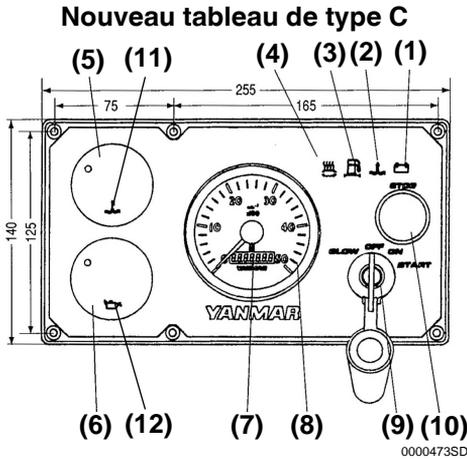

Figure 7
Allumez le commutateur batterie. Tournez la clé sur la position ON et vérifiez les voyants sur le tableau (**Figure 5, Figure 7**) avec le moteur coupé :
1. Le voyant d'avertissement d'huile de lubrification doit être allumé (**Figure 5, 3, Figure 7, 6**).
2. Le voyant d'avertissement de température de l'eau de refroidissement doit être éteint (**Figure 5, 4, Figure 7, 5**).
3. Le voyant d'avertissement de charge doit être allumé (**Figure 5, 1, Figure 7, 1**).
4. Le voyant d'avertissement du joint en caoutchouc doit être éteint (**Figure 5, 2, Figure 7, 2**).